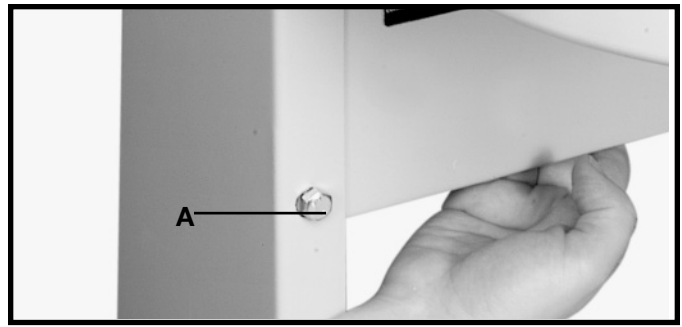

Fig. 11
3. Insérer une vis à tête hexagonale de 5/16-18x3/4 po (A) fig. 11, dans les supports latéraux et la plaque de support.